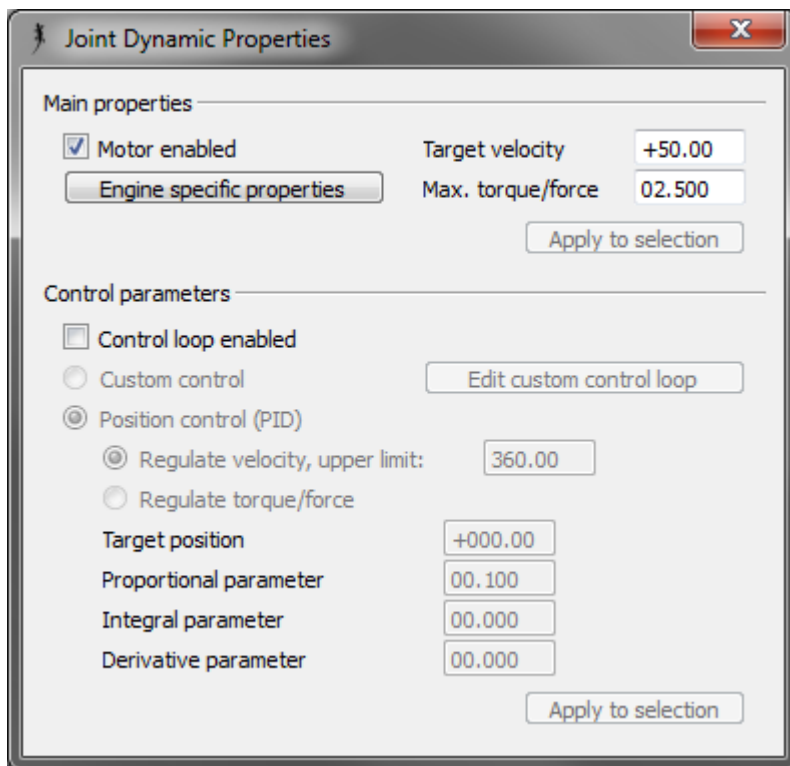

Рисунок 18 – Диалоговое окно динамических свойств сочленения
24. Включение и настройка двигателей. Для этого в свойствах двигателя (см. пункт 12) в разделе «Joint mode parameters» необходимо нажать кнопку «Show dynamic parameters». Откроется диалоговое окно настройки динамических параметров сочленения (рисунок 18). В нем необходимо установить галочку «Motor enabled», а в поле «Target velocity» для левого двигателя задать значение +50, для правого двигателя -50.